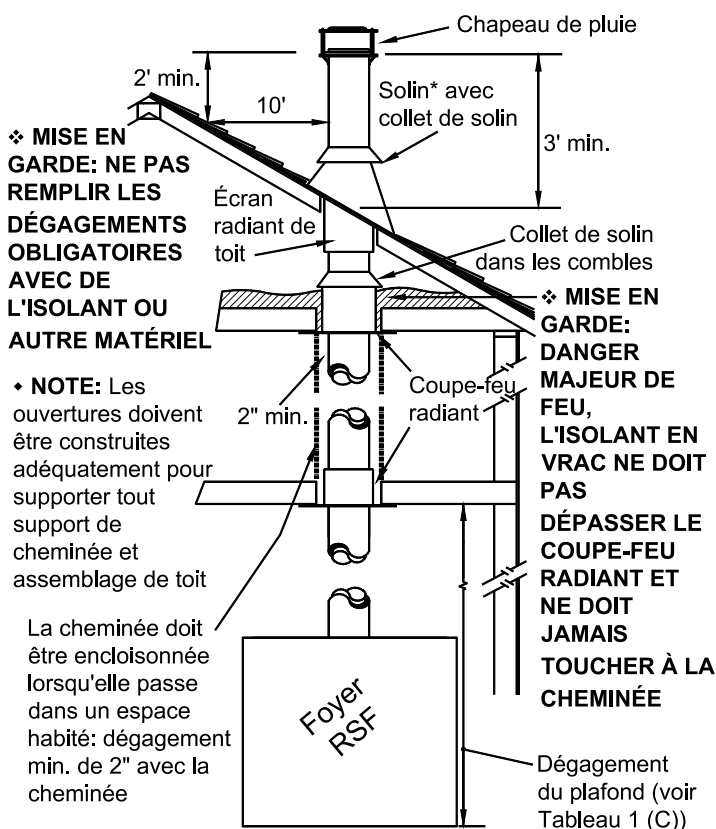

Figure 12 Installation générale de la cheminée
2. Installez, en dessous de chaque plancher/plafond traversé par la cheminée, un coupe-feu radiant. Au niveau des combles, installez un coupe-feu radiant et un collet de solin tel qu'illustré à la Figure 12.